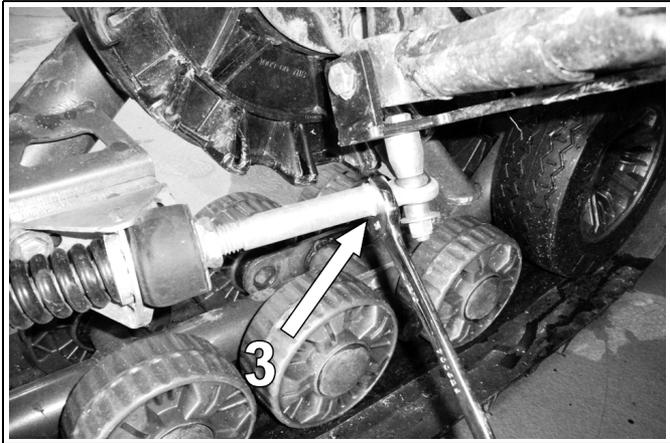

Figure 9
NOTA: Dans certains cas rares où l'ajustement de l'écrou (1) comprimant le ressort se situe près de l'extrémité arrière de la tige filetée, étirer la tige en desserrant l'écrou de blocage (article 3 à la Figure 9) et dévisser la tige afin que les filets soient visibles sur au plus 19 mm. Resserrer l'écrou de blocage.